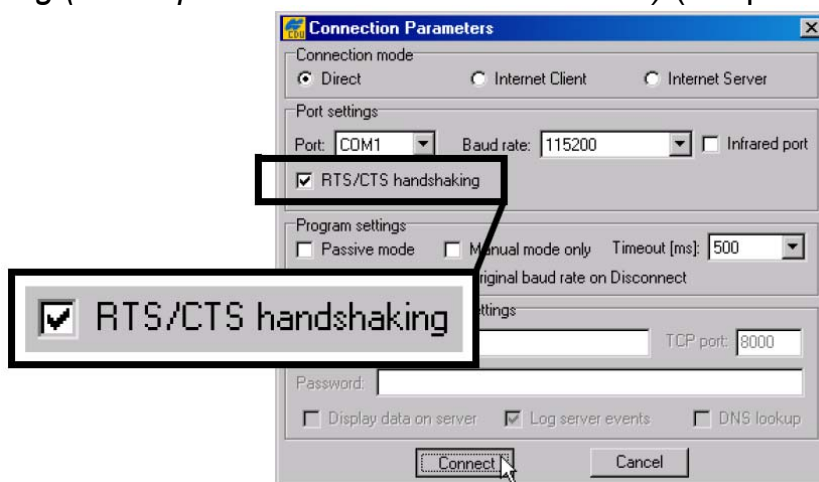

Рисунок 5-13. Диалоговое окно Connection Parameters – флажок RTS/CTS handshaking
2. Запустите программу PC-CDU. В диалоговом окне **Connection Parameters (Параметры интерфейсов)** выставьте флажок **RTS/CTS handshaking (квитирование сигналами RTS/CTS)** (см. рис. 5-13).